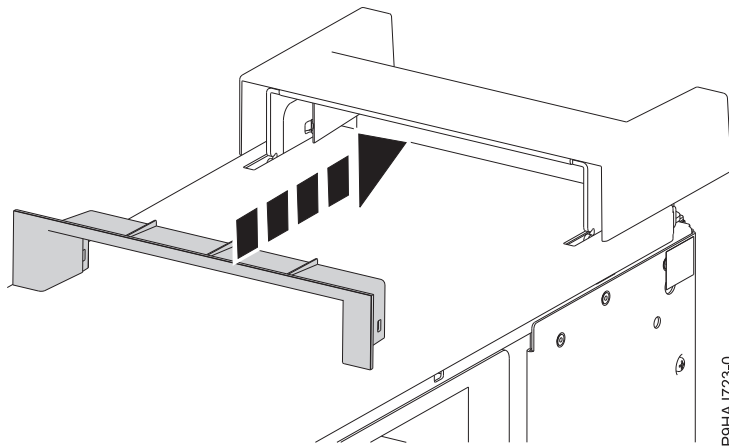

Figure 24. Insertion de la pièce plastique dans la poignée
5. Insérez la pièce plastique dans la poignée en la poussant fermement comme illustré dans la figure 24.